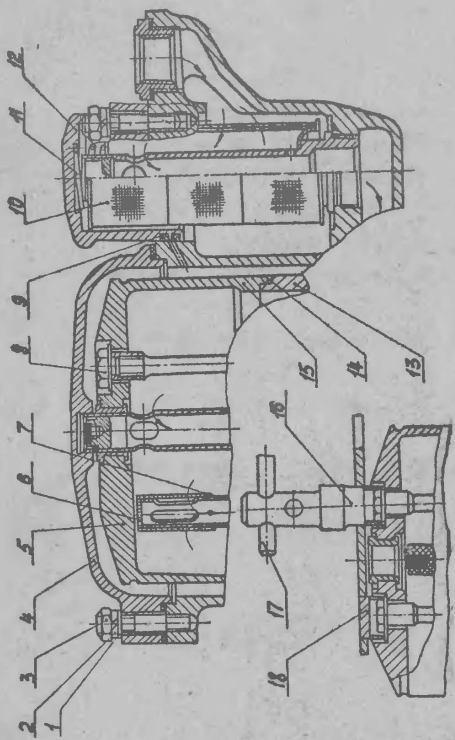

РИС. 1. ФИЛЬТР МАСЛЯНИЙ.
- а) отвернуть гайки, снять шайбы и крышку, вынуть ротор из корпуса фильтра (рис.1);
- а) отвернув две гайки, снять крышку (рис.1) с пружиной, вынуть фильтрующий элемент, промыть чистым дизельным топливом и продуть воздухом;